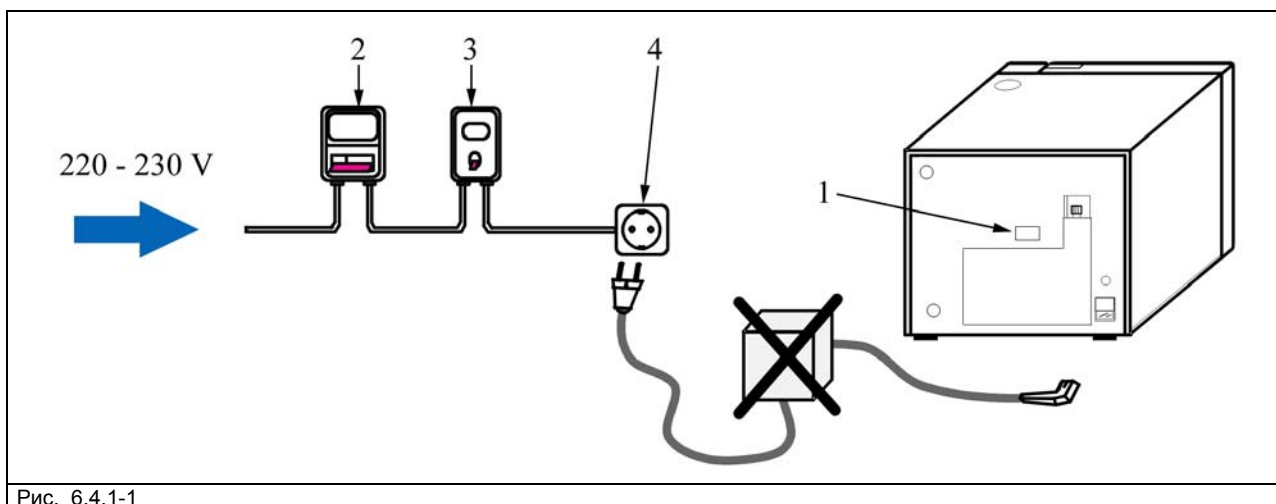

Рис. 6.4.1-1
- Убедитесь, что напряжение, указанное на лейбле (1 Рис. 6.4.1-1) на задней панели, соответствует напряжению источника питания.
- Автоклав должен быть подсоединен к предохранителю (2) и системе заземления, которая соответствует стандартам, принятым в стране, где происходит установка.
- Над розеткой (4), питающей автоклав должен быть установлен стабилизатор (3 Рис 6.4.1-1) со следующими характеристиками: